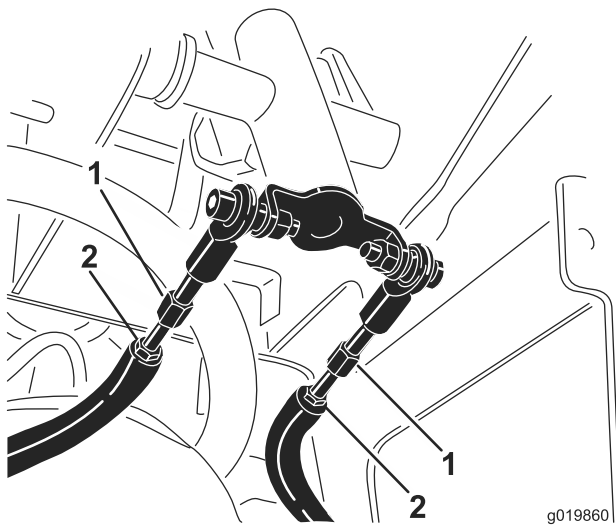

Figura 55
- D. Afloje las contratueras de las varillas de tracción, debajo del panel de control (Figura 55).